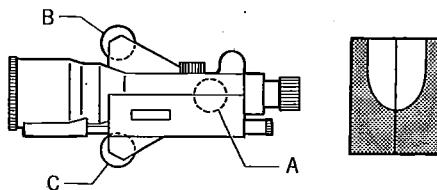

図22
- 2) 望遠鏡を2本の整準ねじに直角の方向に向け整準ねじAを使って主気泡管を合致させます。(図22)